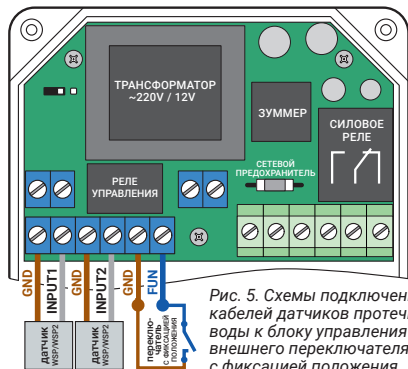

Рис. 5. Схема подключения кабелей датчиков протечки воды к блоку управления и внешнего переключателя с фиксацией положения
6.2. Рис. 5. Схема подключения кабелей датчиков протечки воды к блоку управления. Все датчики протечки воды подключаются параллельно.
**6.3.** Рис. 5. Схема подключения к блоку управления переключателя (выключателя) с фиксацией положения. Предназначена для дистанционного включения/отключения водоснабжения. При замыкании переключателя шаровой электропривод закрывается, подача воды будет отключена. Также отключается выполнение функции «автоповорот». При размыкании переключателя шаровой электропривод открывается, подача воды будет возобновлена.